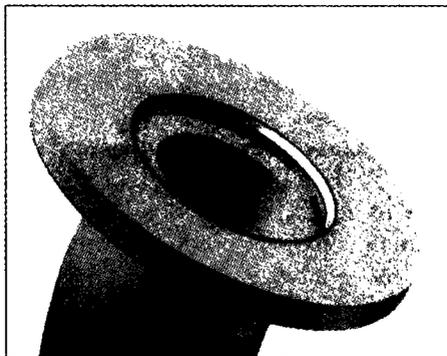

Рис. 3.27. Добавление фаски на кромке модели
3. Выберите инструмент **Фаска**. По умолчанию установлено 45 градусов. Установите значение фаски на 2 мм, как показано на рис. 3.27.